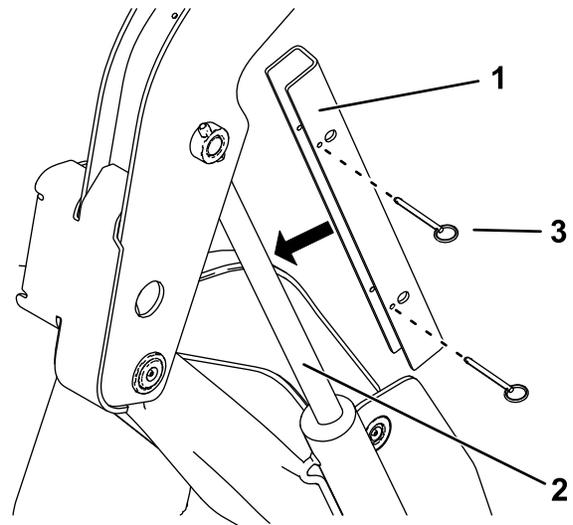

図 31
5. 各昇降シリンダロッドにシリンダロックをはめる 図 31。